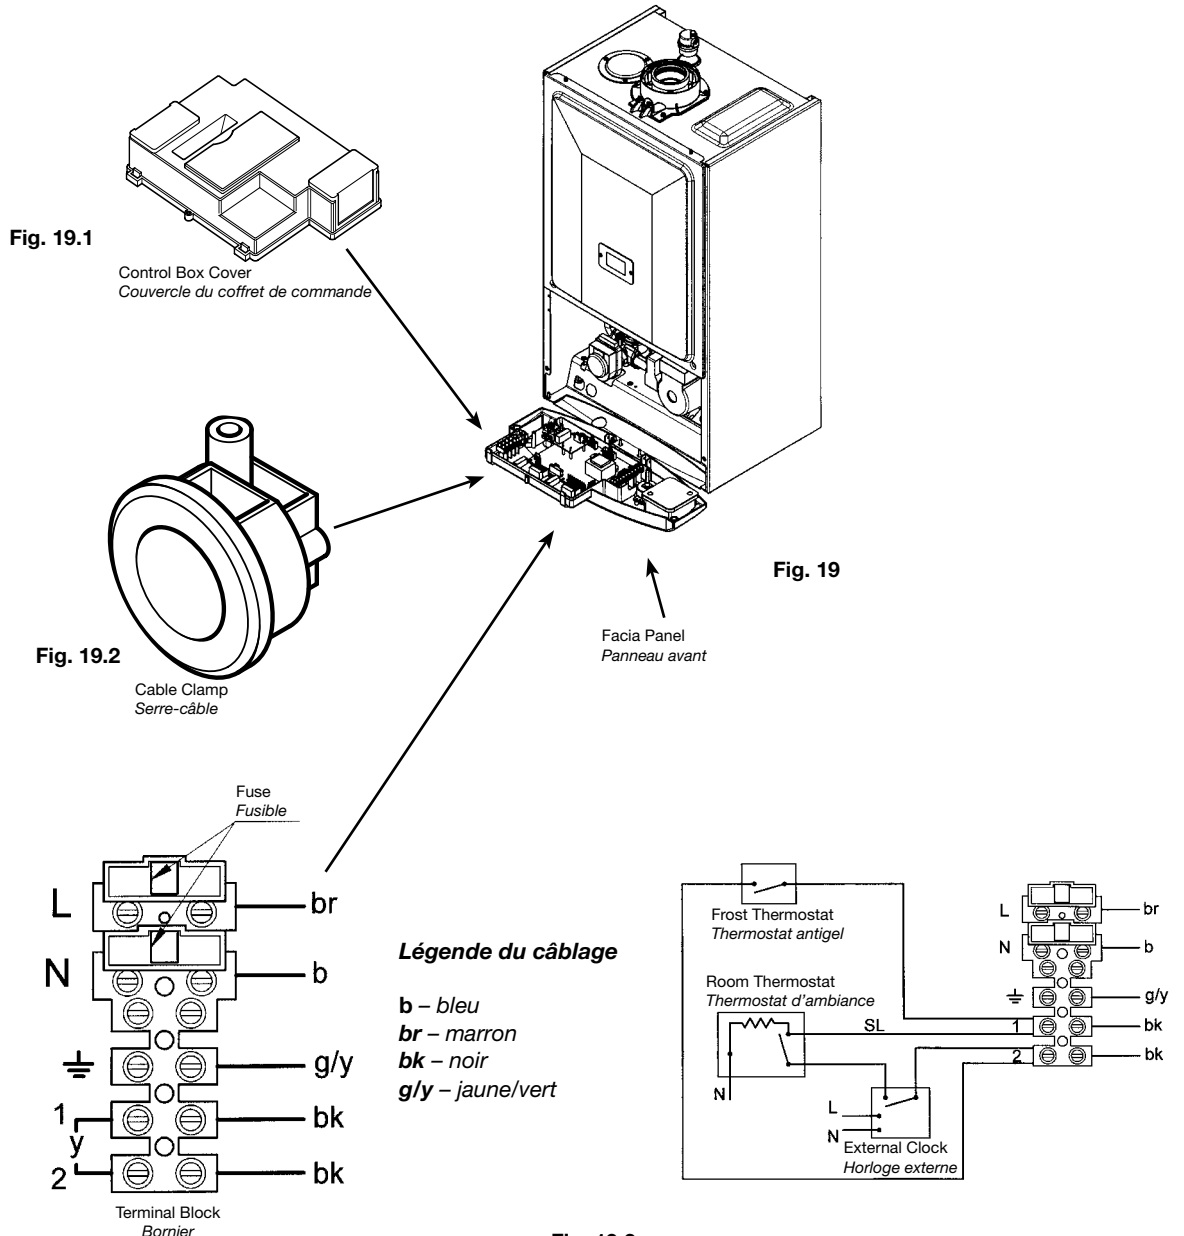

Fig. 19.3
6. Remove the link between terminal 1 and 2 and connect the cables from the external control (Fig. 19.3).
6. Enlever l'élément de liaison entre les bornes 1 et 2 et brancher les câbles sortant de la commande externe (Fig.19.3).
**NOTE:** If the room thermostat being used incorporates an anticipator it **MUST** be wired as shown in Fig. 19.3
**REMARQUE :** Si le thermostat d'ambiance utilisé incorpore une résistance accélératrice, il doit être câblé comme le montre la Fig. 19.3